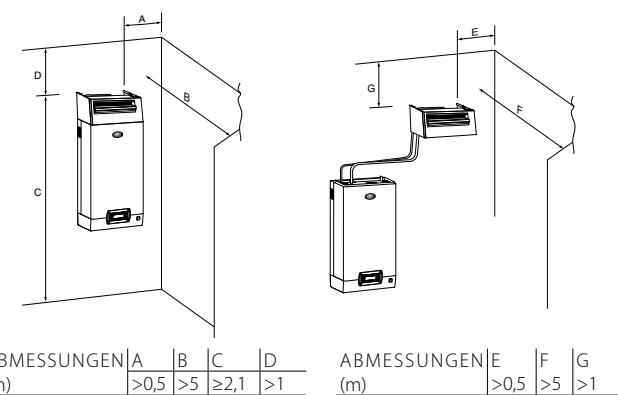

Fig. 3.c
- Die L-Halterung (siehe Teil 1 in Fig. 3.b) gehört zum Lieferumfang der Dampfplanzen der Codes DP085\* bis DP205\*. Für kürzere Längen wird die Halterung als Zubehör (Code 18C478A088) angeboten.